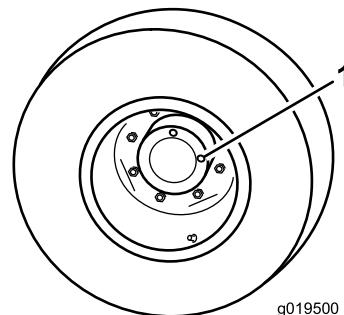

Figura 54
1. Con la macchina su una superficie pianeggiante, posizionate la ruota in modo che un tappo di controllo si trovi in posizione a ore 12 e l'altro a ore 3 (Figura 54).
1. Tappo di controllo/spurgo (2)
2. Rimuovete il tappo a ore 3 (Figura 54).